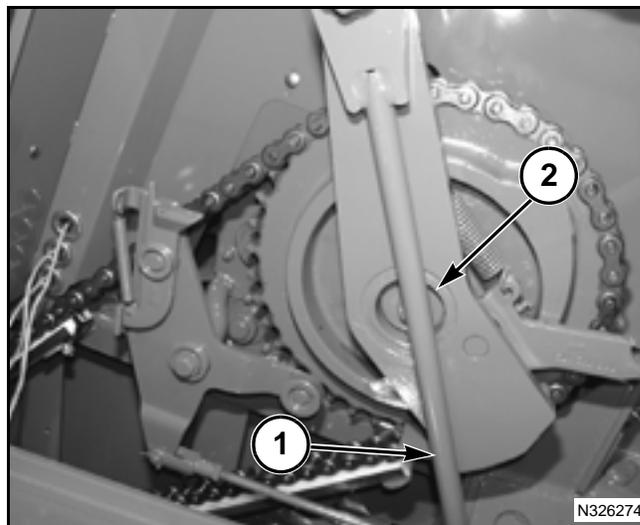

FIG. 68
FIG. 68: Gire el volante hasta que las agujas estén en la parte superior de la carrera. La varilla de accionamiento de la aguja (1) estará en la línea central del eje del anudador (2).